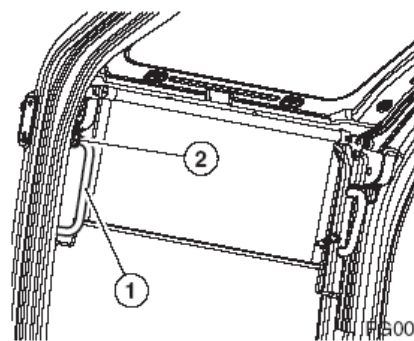

Рис. 135
При креплении переднего окна в крыше кабины закрепить левый рычаг блокировки (1, рис. 135).
5. Держать ручки окна (1, рис. 135), затем потянуть рычаги блокировки (2), чтобы снять блокировку. Верхняя часть переднего окна снимется.
5. Когда низ окна достигнет верха нижней части переднего окна, нажать на переднее окно, чтобы задействовать механизм блокировки (2, рис. 135).